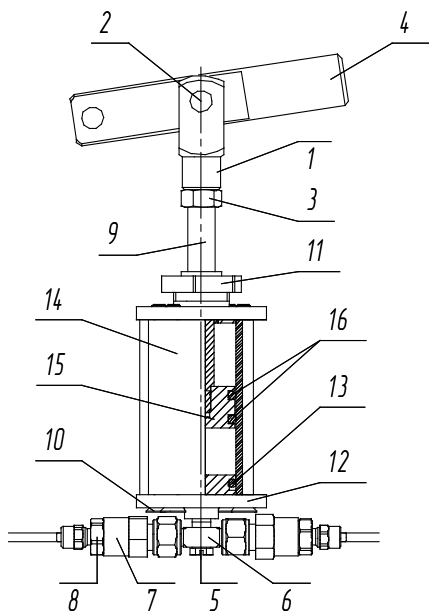

Рис. 3. Устройство насоса:
9.3.3 Удерживая *рычаг 4* (Рис. 3), ослабьте *контргайку 3*;